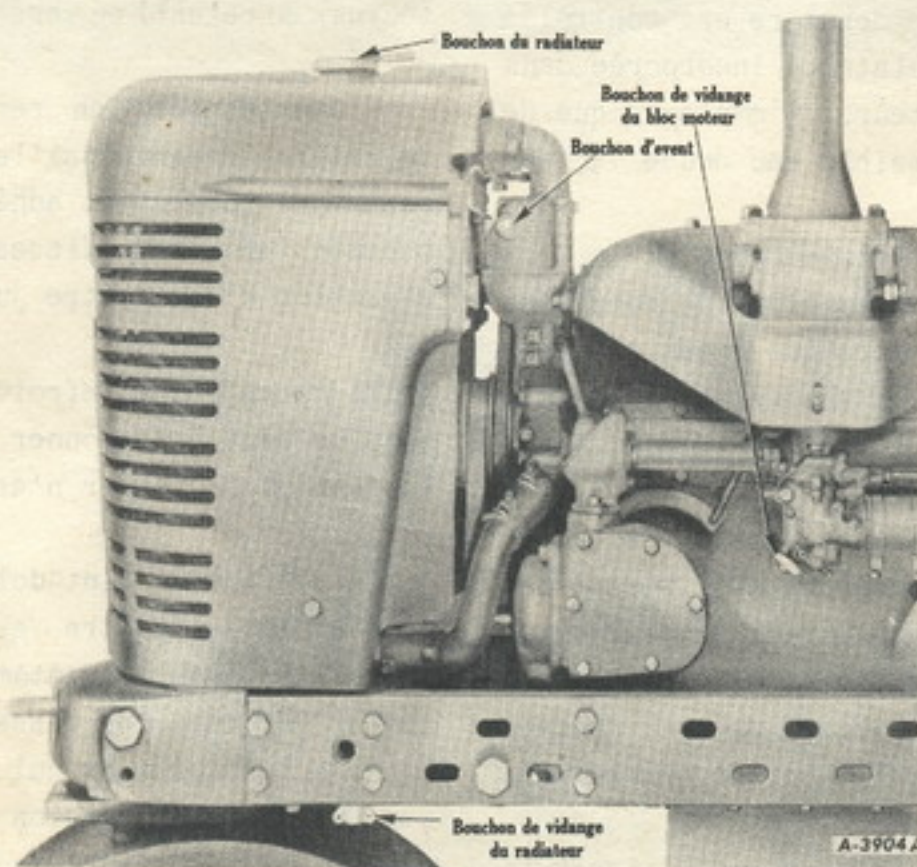

Figure 24
- (1) Vidanger le système de refroidissement en retirant le bouchon de vidange du bloc placé sur le côté gauche du moteur et le bouchon du tuyau de vidange du radiateur (voir figure 24). Laisser la vidange s'effectuer complètement et revisser les deux bouchons.
- (2) Remplir le système d'une solution d'un kilogramme de cristaux de soude ordinaires dissous dans 15 litres 6 (4 1/8 U.S. gallons) d'eau, contenance du système.
- (3) Sans remettre le bouchon du radiateur, faire fonctionner le moteur jusqu'à réchauffage du mélange. Vidanger et rincer à l'eau claire.